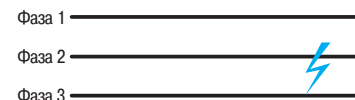

Рис. 4. Изолированное двухфазное короткое замыкание
- **изолированное двухфазное короткое замыкание:** соответствует междуфазному замыканию в цепи линейного напряжения; результирующий ток более слабый, чем при трехфазном замыкании, за исключением случая, когда повреждение происходит в непосредственной близости от генератора (см. рис. 4);